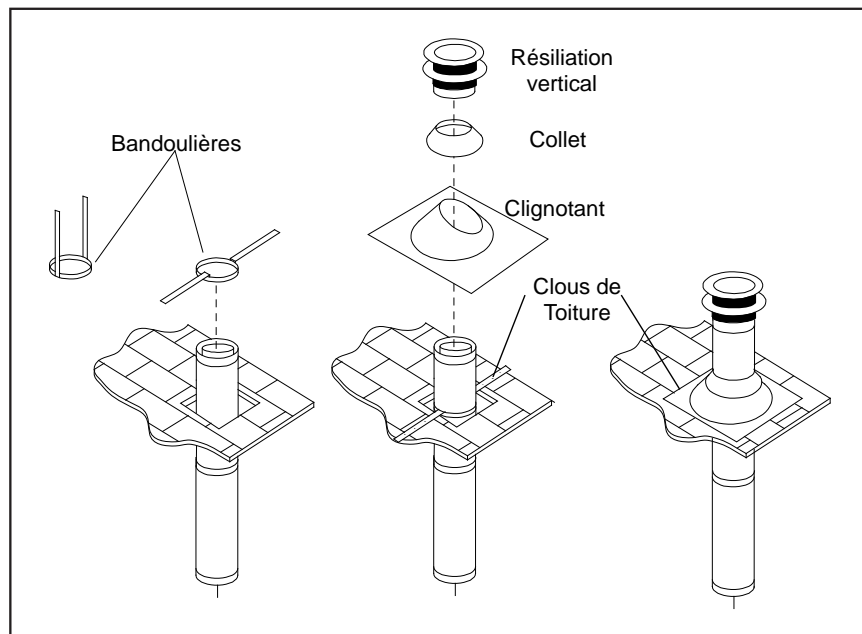

Figure 34. Vertical Terminaison de ventilation
- Etape 6.** Une fois les sections de tuyaux ont été rejoints, et courir à travers le trou dans le toit, glisser une sangle de coude sur les sections exposées, plier les sangles de soutien extérieur, et pousser la sangle de coude jusqu'au niveau du toit, comme le montre la Figure 34. serrer la pince autour de la section de tuyau. Utilisez un niveau pour s'assurer que le tuyau est vraiment verticale. Avec des clous, attacher les sangles de soutien à la toiture. Sceller les trous des clous têtes avec du mastic non durcissant. Couper la longueur excédentaire des sangles de support qui se prolongent au-delà du bord du solin.
- Etape 9.** Glissez le collet sur le tuyau, et le pousser vers le haut du toit clignotant comme le montre la figure 34. Utiliser le mastic non durcissant autour du joint entre le tuyau et le collet.